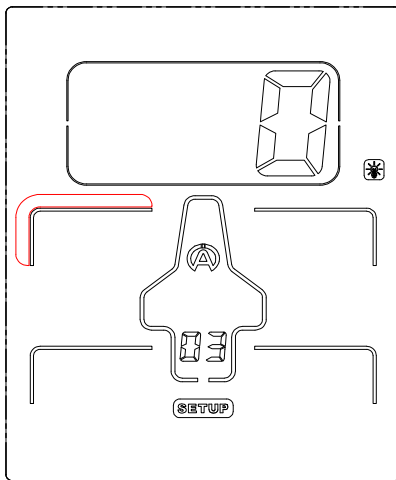

Figure 13
- 2) Le pneu avant gauche apparaît par défaut en clignotant (*figure 13*)